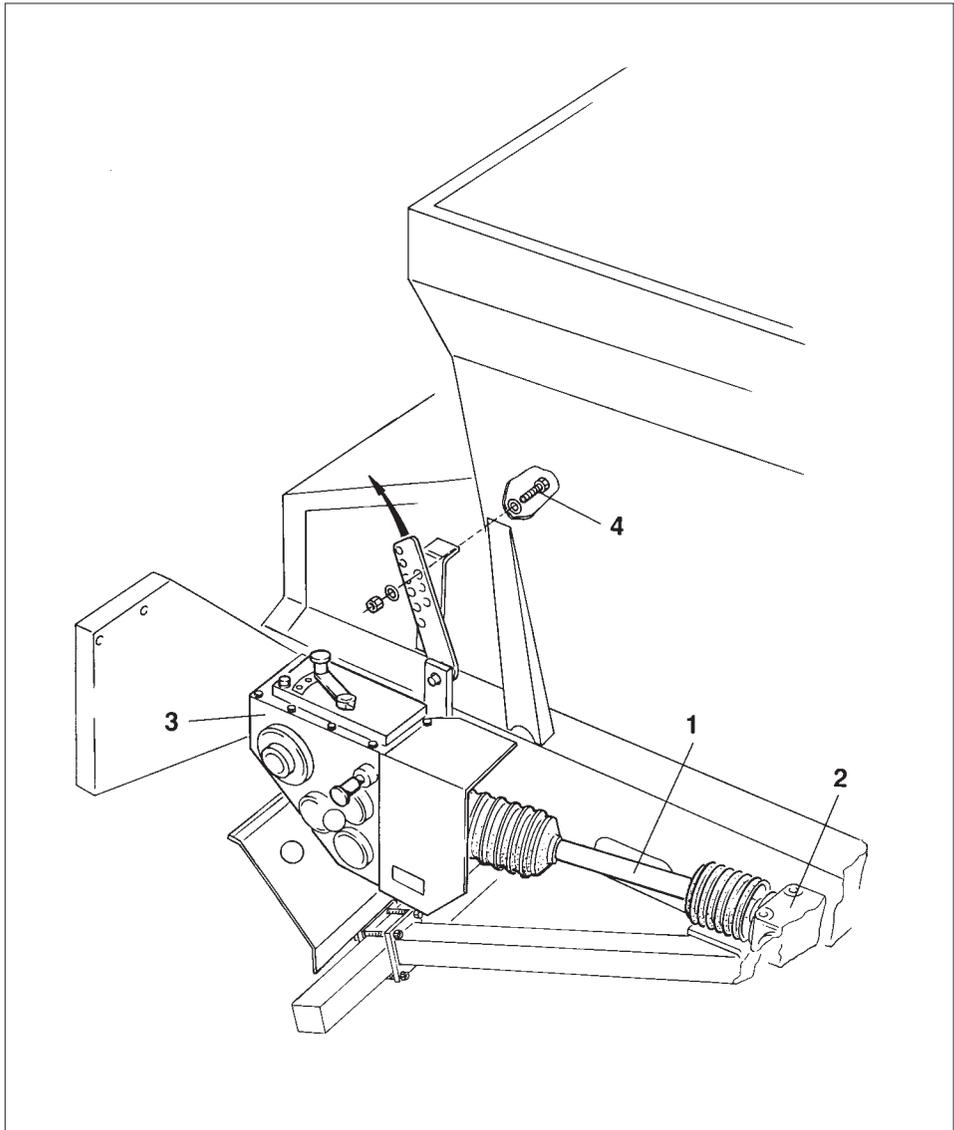

Fig. 12.1
1. Gelenkwelle (Fig. 12.1/1) unter dem Großflächenstreuer von der Antriebswelle abziehen und am Winkelgetriebe (Fig. 12.1/2) des Bodenrades anschließen.
Damit die Gelenkwelle (Fig. 12.1/1) nicht zu stark abgewinkelt wird, ist das Förderbandgetriebe (Fig. 12.1/3) entsprechend zu schwenken. Nach Lösen der Skt.-Schraube M16 (Fig. 12.1/4) kann das Getriebe entsprechend verstellt werden. Einstellung mit Skt.-Schraube sichern.
Winkelgetriebe Bodenradantrieb (Fig. 12.1/2)